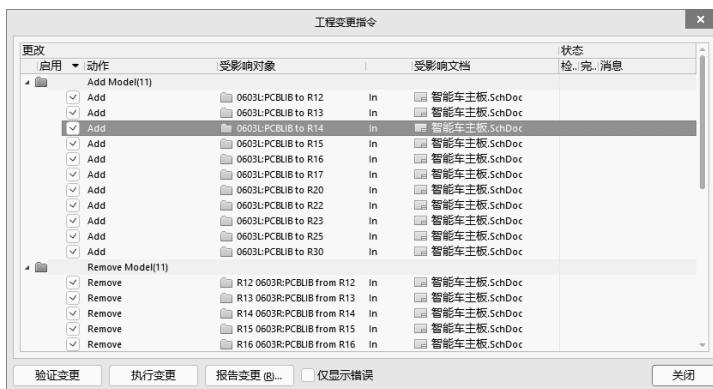

图 14-5 执行原理图封装匹配更新
(5) 修改或选择完库路径后，单击“确定”按钮，再单击“接受变化（创建 ECO）”按钮，接着单击“执行变更”按钮，执行更新，如图 14-5 所示。